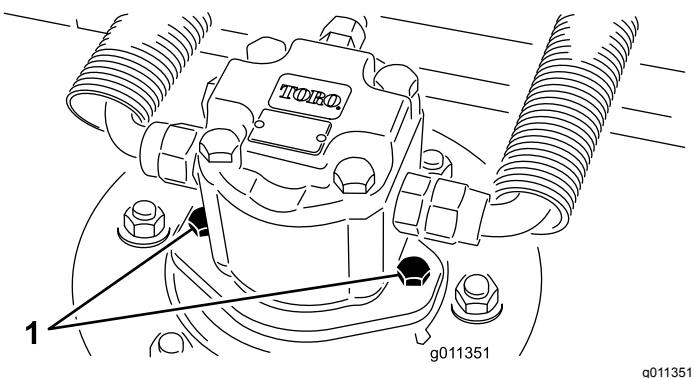

Figura 79
2. Desligue e retire o motor hidráulico da plataforma (Figura 79). Cubra a parte superior do eixo para não o sujar.
4. Instale o motor hidráulico na plataforma (Figura 79). Verifique se o anel de retenção está posicionado corretamente e não está danificado.